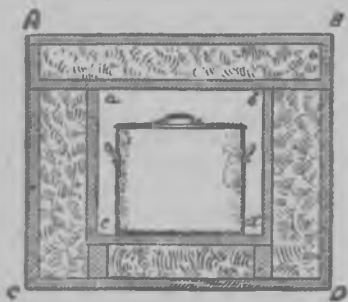

Рис. 199.
19. Пуаксук хаткэмман айгуа субмизен ламманя пидамизех вароин азутах „термосат“, яшикойс каксинайизен сейниэн ке, кудамиэн кескес он мучерретту бумага или стружкат. Микси термосат субмине хаткен пузуу ламманя (рис. 199)?